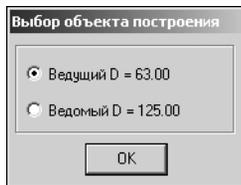

Рис. 4.60.
После выполнения расчетов откроется окно, в котором необходимо выбрать для дальнейшей работы один из шкивов (рис. 4.60).
- ▼ выберите объект построения в открывшемся окне (см. рис. 4.60).